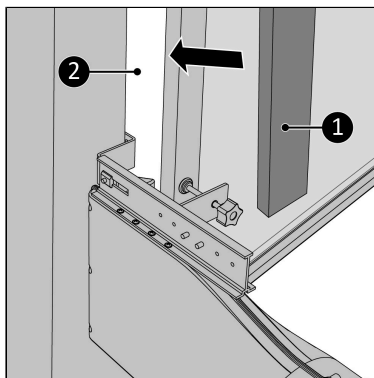

Figura 75.
17. Umpleți spațiile deschise (Figura 75, nt. 2) cu spuma izolatoare livrată (Figura 75, nt. 1), tăiați spuma dacă este necesar*.